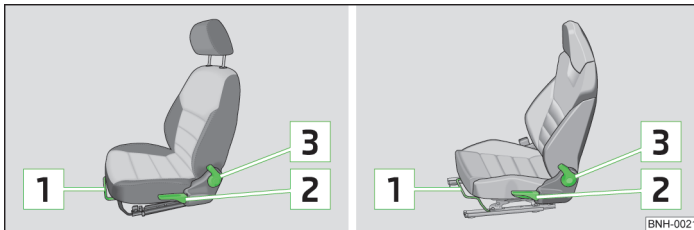

Abb. 32 Bedienelemente für Sitzeinstellung / Bedienelemente für Sportsitzeinstellung
- › Den Hebel (im mittleren Bereich)  » Abb. 32 nach oben ziehen und dabei den Sitz in die gewünschte Position schieben.
- › Möchte man den Sitz anheben, den Hebel  » Abb. 32 nach oben ziehen bzw. pumpen.
- › Die Sitzlehne entlasten (sich nicht anlehnen), den Hebel  » Abb. 32 nach hinten ziehen und mit dem Rücken die gewünschte Neigung der Sitzlehne einstellen.